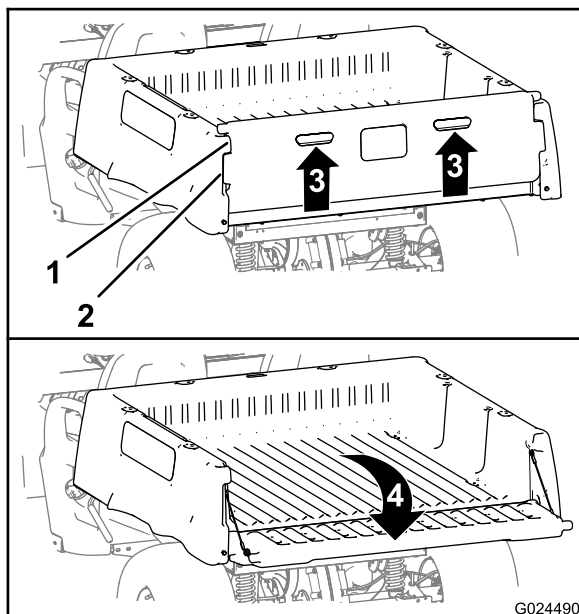

図 16
2. テールゲートのバックパネルについているフィンガーパルを持ち上げる 図 16。
3. テールゲートのロックフランジを、荷台のテールゲートフランジの開口に合わせる 図 16。
4. テールゲートを後方に倒す 図 16。
6. テールゲートを立てて閉じ、ロックフランジテールゲート側がテールゲートポケット荷台側と面一になるようにする 図 16。
7. 荷台の背部まで、テールゲートを下げる 図 16。